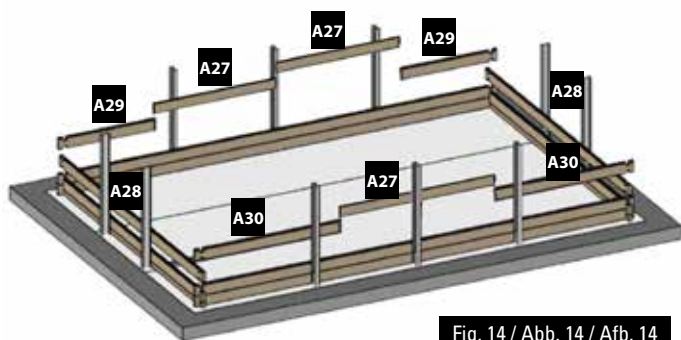

Fig. 14 / Abb. 14 / Afb. 14
- EN 3rd LAYER OF BOARDS:** Install the third layer of boards as shown in figure 14. The position of the refilling fitting with the key and the skimmer should be defined at the start of the assembly (read the specific paragraphs).
- FR 3ÈME RANGÉE MADRIERS :** Positionnez les madriers de la 3ème rangée conformément à la figure 14. Vous devez avoir déterminé l'emplacement de la buse de refoulement et du skimmer dès le début du montage (voir paragraphes spécifiques).
- DE 3. BRETTERREIHE:** Platzieren Sie die Bretter der dritten Reihe laut Abb. 14. Zu Beginn der Montage müssen Sie die Lage des Druckventils und des Skimmers festlegen (lesen Sie hierzu die entsprechenden Abschnitte).
- NL 3ª RIJ PLANKEN:** Plaats de planken van de derde rij zoals te zien is op afbeelding 14. U moet al bij aanvang van de montage bepalen op welke plaats het uitstroombuisstuk en de skimmer moet komen (less de betreffende paragrafen).